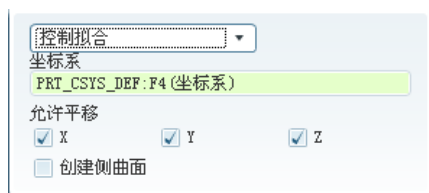

图 6.2.36 选择“控制拟合”
- **控制拟合**: 在指定坐标系下将原始曲面进行缩放并沿指定轴移动, 以创建“最佳拟合”偏距。要定义该元素, 选择一个坐标系, 并通过在“X轴”、“Y轴”和“Z轴”选项之前放置检查标记, 选择缩放的允许方向 (见图 6.2.36)。